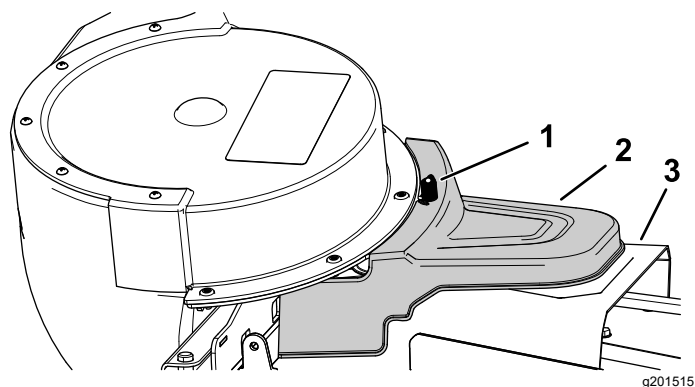

Figura 28
5. Montate il coperchio del sistema di raccolta elettrico sul copricinghia e fissatelo serrando la manopola (Figura 28).